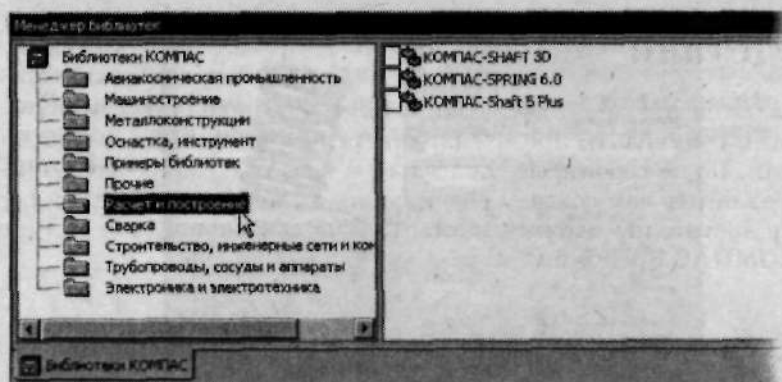

Рис. 2.83. Диалоговое окно Менеджера библиотек
5. В левой части диалогового окна **Менеджер библиотек** (рис. 2.83), в дереве **Библиотеки КОМПАС** выберите **Расчет и построение**. В результате этого в правой части вы увидите библиотеки, входящие в эту группу — **КОМПАС-SHAFT 3D**, **КОМПАС-Spring 6.0**, **КОМПАС-Shaft 5 Plus**.